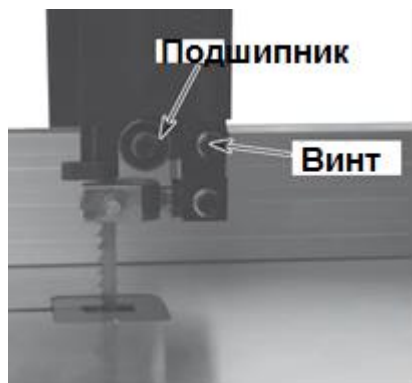

Рис. 12
- Отрегулируйте шариковый подшипник с задней части пильной ленты, ослабив главный винт и передвинув ось (см. Рис. 12).